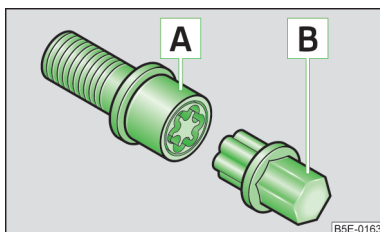

Abb. 153
- Den Adapter **B** » Abb. 153 mit seiner verzahnten Seite bis zum Anschlag so in die innere Verzahnung der Anti-Diebstahl-Radschraube **A** stecken, dass nur noch der äußere Sechskant herausragt.